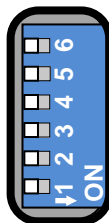

Рисунок 4.1 – «КОНФИГУРАТОР»
4.1.2 Выбор набора сетевых параметров осуществляется с помощью набора переключателей «*КОНФИГУРАТОР*» (рисунок 4.1), расположенного на задней панели Г7М.